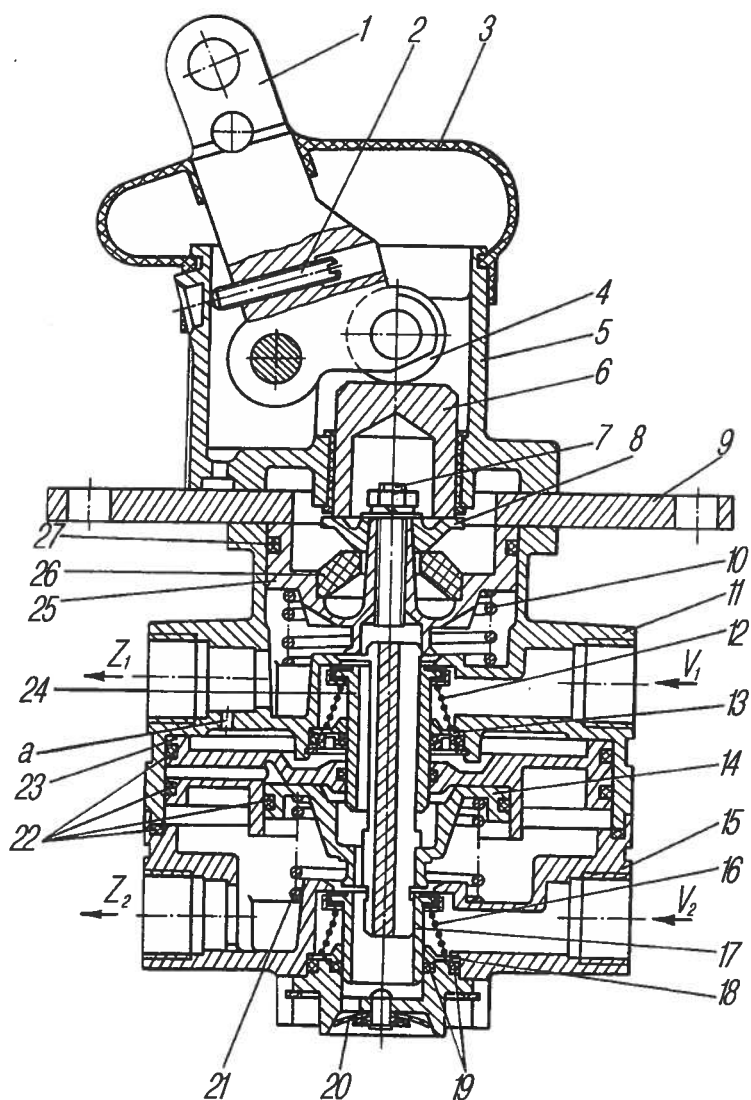

Рис. 67. Кран тормозной:
**Двухсекционный тормозной кран** (рис. 67) предназначен для управления исполнительными механизмами рабочей тормозной системы автомобиля, а также для управления клапаном привода тормозов прицепа.